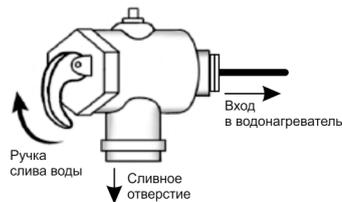

Рис. 7
- перевести ручку слива в верхнее положение до ощущения перехода резьбы и тогда из отверстия клапана должна потечь вода. После проверки вытекания воды верните ручку в предыдущее положение. (см. рис. 7)